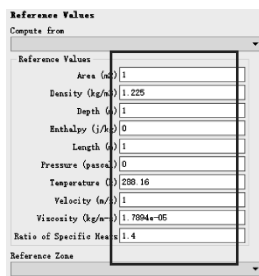

图 11-18 参考值
- (1) 单击 Ribbon 功能区【Setting Up Physics】→【Reference Values…】，单击【Reference Values】，参数默认，如图 11-18 所示。
- (2) 在菜单栏中单击【File】→【Save Project】，保存项目。